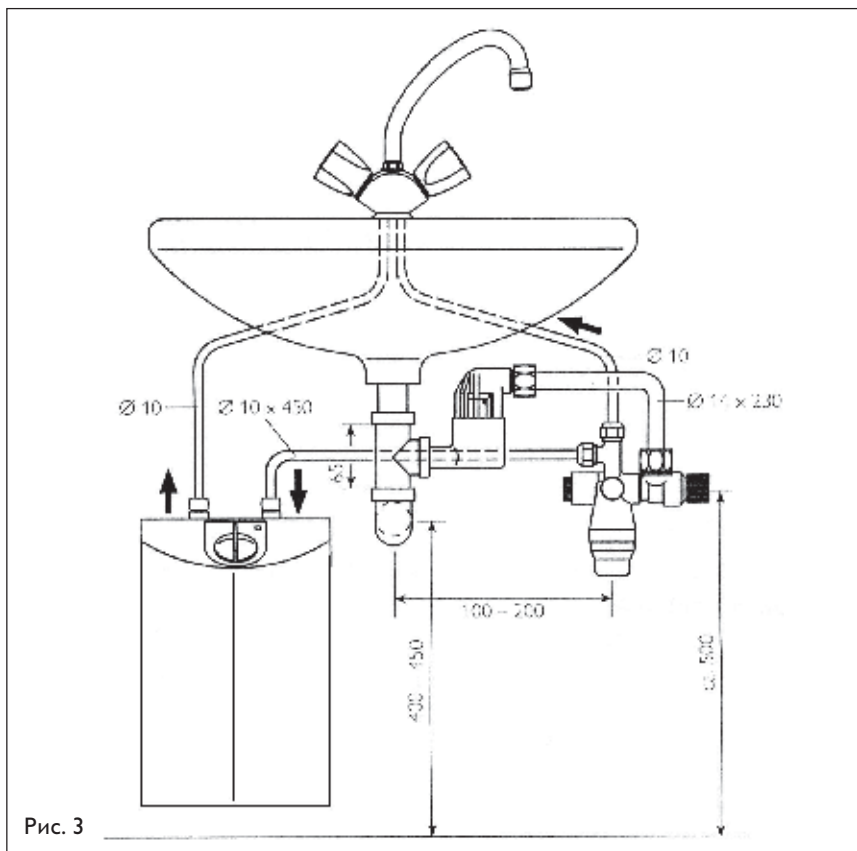

Рис. 3
- Навинтить сливную воронку на переставную трубу и с помощью колена  $\varnothing 14$  мм соединить с группой безопасности (отвод излишка воды, образовавшегося в результате расширения). Для подключения второго заборного крана необходимы тройники (водораспределители), арт.1 07 05 58 (см. рис. 3).